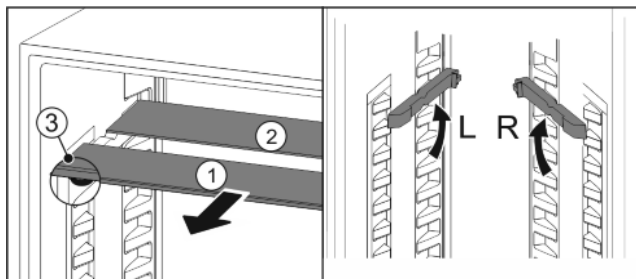

Fig. 22
- ▶ Glasplaten afzonderlijk vanaf de voorkant eruit trekken Fig. 22 (1).
- ▷ Glasplaat Fig. 22 (1) met de uittrekaanslagen bevindt zich aan de voorkant.
- ▷ Aanslagen zijn naar onder gericht Fig. 22 (3).